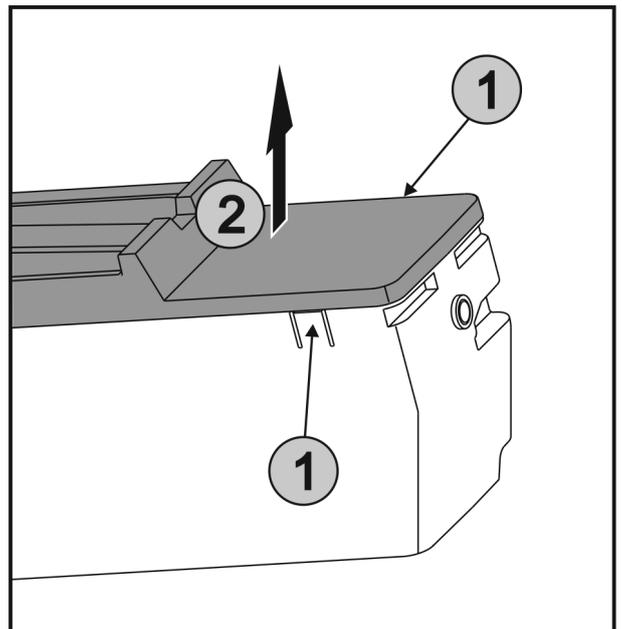

Fig. 38
- ▶ Laschen *Fig. 38 (1)* an den beiden Seiten von EasyTwist-Ice gleichzeitig drücken und die Abdeckung *Fig. 38 (2)* nach oben entnehmen.